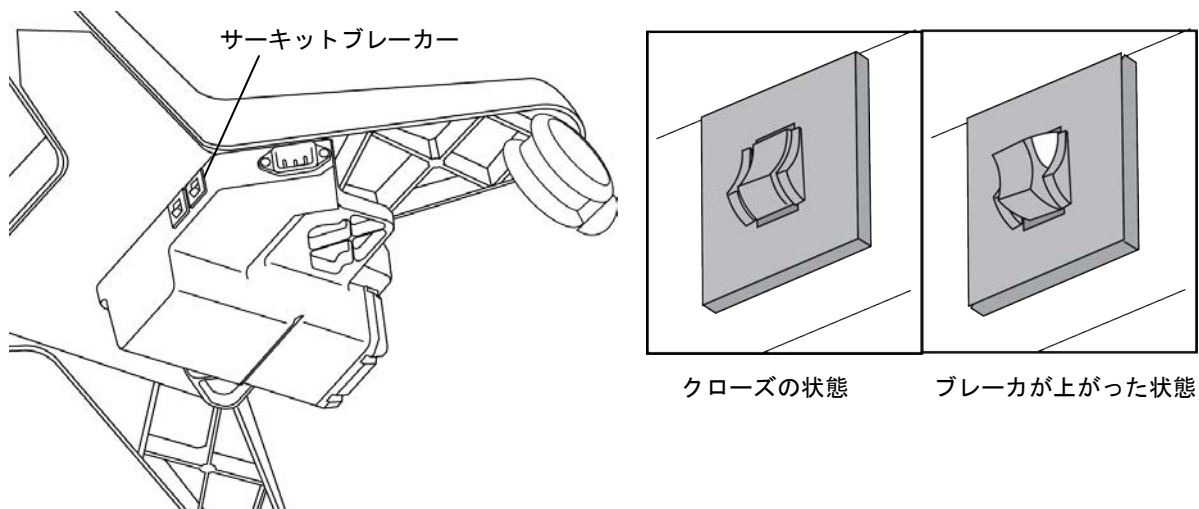

図 6 スタンドのベース底面に取り付けたスタンドモジュールに装備されたブレーカー
- 3 ブレーカスイッチを押し倒します。8 ページの図 6 を参照してください。